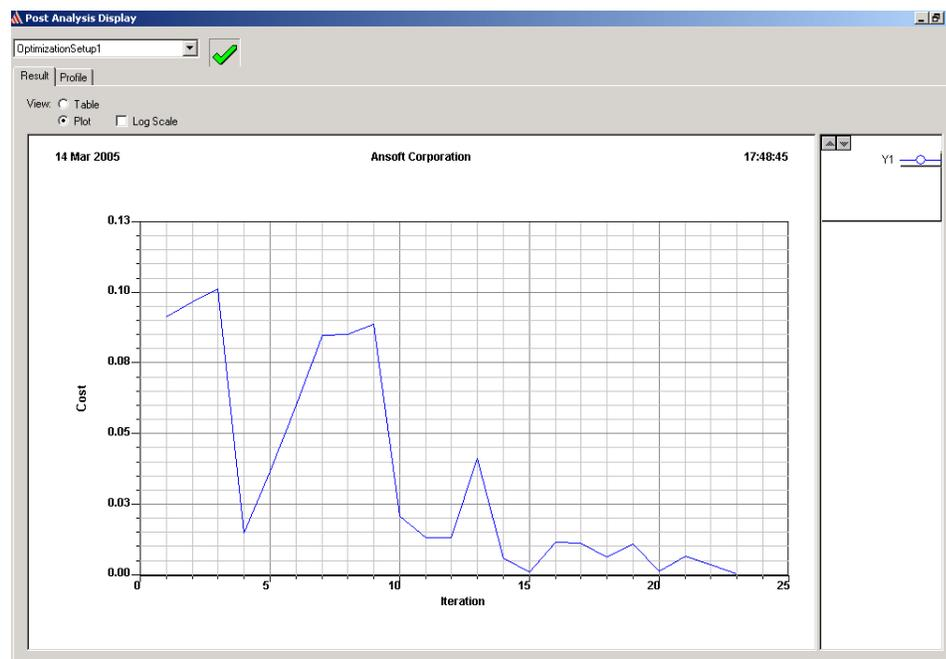

Рис. 8.21. Изменение целевой функции по мере выполнения оптимизации
3. В закладке **Results**, выберите **Plot** как тип представления. Появляется зависимость целевой функции от номера итерации (рис. 8.21).